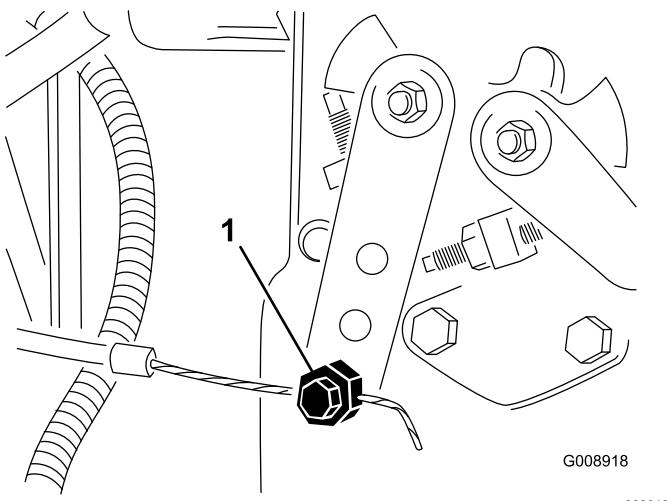

Рисунок 81
- Ослабьте соединитель тросика дроссельной заслонки на плече рычага инжекторного насоса (Рисунок 81).